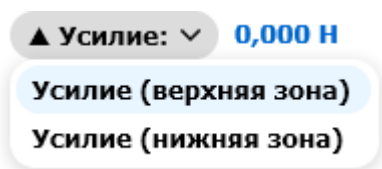
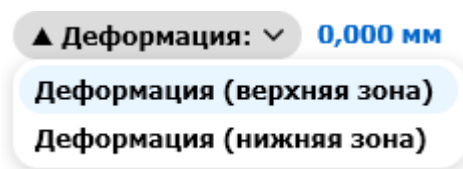

Рисунок 4.3.1
Рисунок 4.3.2
- 5) Выберите отображение измеряемой величины для рабочей зоны, соответствующей измерительному каналу с калибруемым тензодатчиком усилия (см. рис. 4.3.1) или деформации (см. рис. 4.3.2);